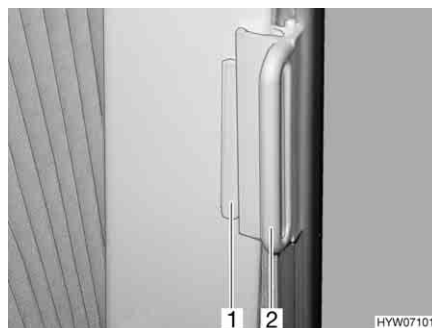

Fig. 103 Estore opaco plissado, janela da cabina do condutor
Fechar: ■ Agarre nos estores opacos plissados pelo meio do manípulo (Fig. 103,2) e vá fechando até que fecho magnético mantenha o estore opaco plissado fechado.
- Desloque o manípulo (Fig. 103,2) para o adaptador (Fig. 103,1). O estore opaco plissado está preso.